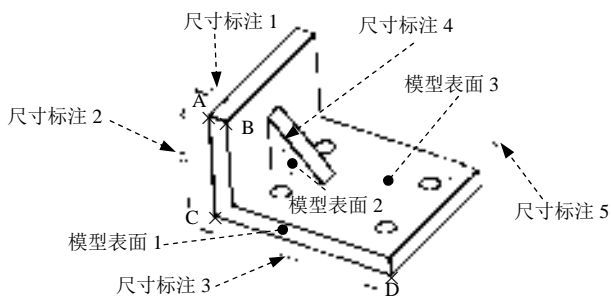

图 13.9.1 创建尺寸标注
下面以图 13.9.1 为例来说明三维对象的尺寸标注方法。
(1) 设置用户坐标系。选择下拉菜单 **工具(T)** → **新建 UCS(W)** → **三点(3)** 命令，用捕捉的方法依次选取图 13.9.1 中的 C 点为坐标系原点，D 点为 X 轴正方向上一点，A 点为 Y 轴正方向上一点。